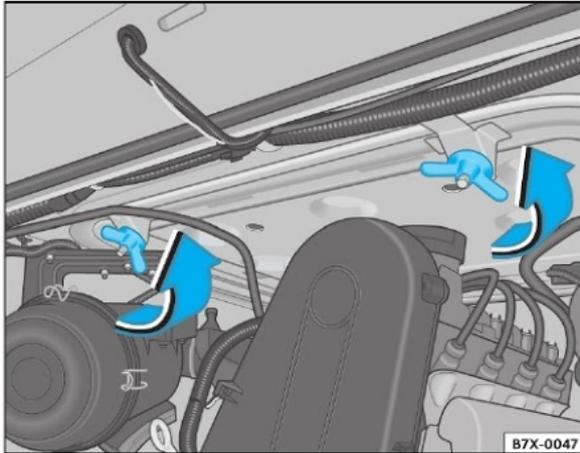

Fig. 64 Remoção da cobertura para acesso ao bocal de abastecimento de óleo do motor
- Solte as porcas-borboleta, no sentido anti-horário -setas- ⇒ **fig. 64**, e desloque os parafusos para destravar a cobertura.